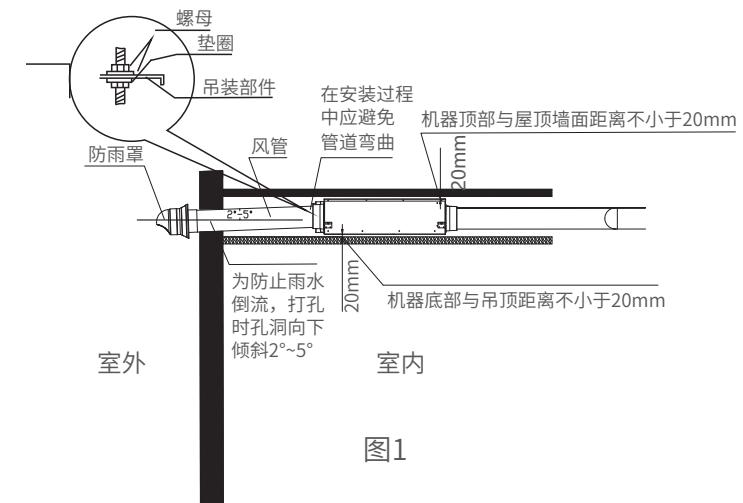

图1
- 1.首先确定设备安装位置及打孔位置,其次将固定吊装螺栓安装在墙上,将支撑架穿过固定螺栓用螺母和垫圈固定好;最后将设备按挂钩方向,安装在支撑架上后使用螺母和垫圈固定牢靠(设备须按挂钩方向安装,否则支撑架的护档将不起作用,易发生危险);如图1
- 2.安装室外风管时,为防止雨水倒流,打孔时孔洞向下倾斜2°~5°; 如图1
4.设备安装时需保证顶部与屋顶墙面距离不小于20mm,设备底部与吊顶距离不小于20mm,滤网更换门板距离墙面需保证700mm;为防止漏气,风管与法兰风口连接处需包上铝箔;如图1、图3